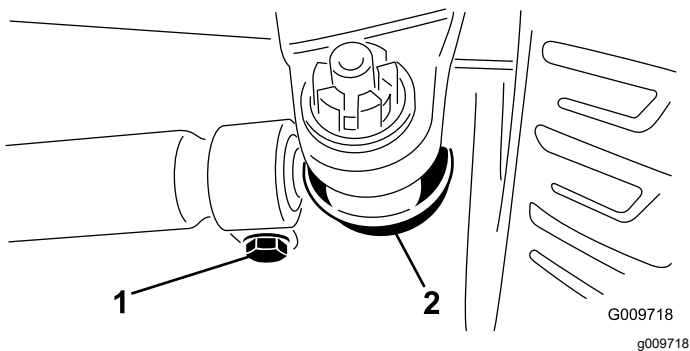

図 73
2. 調整は、両側のタイロッドのボールジョイントからコッターピンとナットを外して行う 図 73。
4. タイロッド両側のクランプをゆるめる 図 73。